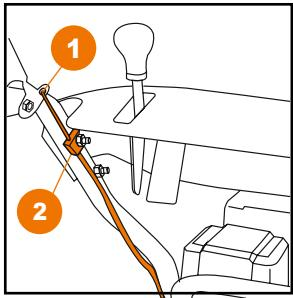

Рис. 6
- ё Зацепите левый трос привода колес (1) к левой ручке на панели оператора (Рис. 6).
- ё Закрепите фиксатор рубашки троса (2) к верхнему болту крепления панели оператора (Рис. 6).